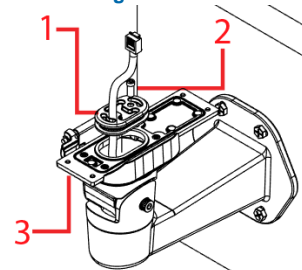

Abbildung 3
- Geben Sie das Ethernet-Kabel durch den wasserdichten Gummi (1) (Abbildung 3). Wenn nicht beide Löcher für die Kabeldurchführung verwendet werden, stecken Sie den Gummistopfen (2) (Abbildung 3) in den wasserdichten Gummi.
- Geben Sie den wasserdichten Gummi in die Halterungsarmplatte. (3) (Abbildung 3).